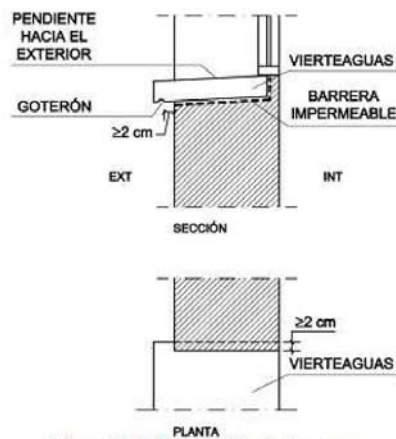

Figura 2.12 Ejemplo de vierteaguas
- 4 El vierteaguas debe tener una pendiente hacia el exterior de 10° como mínimo, debe ser impermeable o disponerse sobre una barrera impermeable fijada al cerco o al muro que se prolongue por la parte trasera y por ambos lados del vierteaguas y que tenga una pendiente hacia el exterior de 10° como mínimo. El vierteaguas debe disponer de un goterón en la cara inferior del saliente, separado del paramento exterior de la fachada al menos 2 cm, y su entrega lateral en la jamba debe ser de 2 cm como mínimo (Véase la figura 2.12).